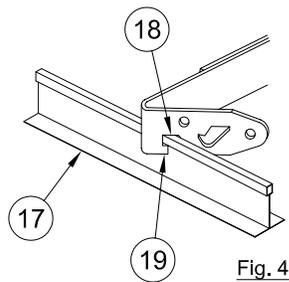

Fig. 4
- 6.- Place the Fixture on the ceiling grid with the "T" Bars (17) running through the Hanger Bar Notches (18). Fold the Hanger Bar ends closed to engage the integral Tabs (19). Secure with pliers if necessary. (See Fig. 4)
- 6.- Coloque el aplique en el enrejado del techo de modo que las barras "T" (9) pasen por las muescas (10) de las barras para colgar. Cierre las barras doblando sus extremos, a fin de acoplar las lengüetas integrales (11). De ser necesario, afiance con tenazas. (Vea Fig. 4)
- 6.- Placer le luminaire sur le faux plafond en faisant passer les barres en "T" (9) dans les encoches pratiquées dans les barres de suspension (10). Replier les extrémités des barres de suspension pour les fermer et y engager les pattes de montage intégral (11). Fixer au besoin à l'aide de pinces. (Voir Fig. 4)